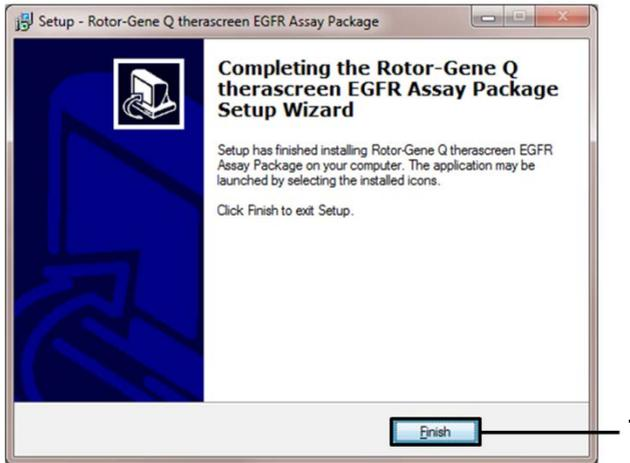

Abbildung 43. Schließen des Einrichtungsassistenten (1 = „Finish“ (Fertigstellen)).
8. Klicken Sie nach Abschluss der Installation im letzten Dialogfeld des Setup Wizard (Einrichtungsassistent) auf Finish (Fertigstellen) (Abbildung 43).